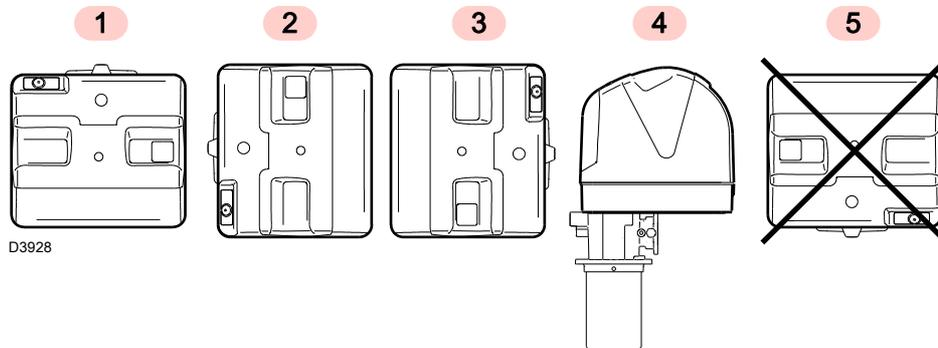

图 9
- ▶ 燃烧器设计为仅能安装在位置 1, 2, 3 和 4 (图 9)。